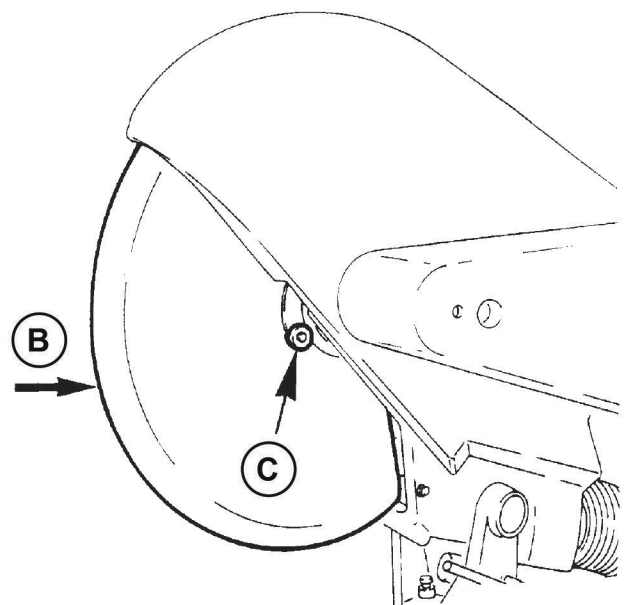

Abb. 09-07
- Mit einer Hand die bewegliche Verkleidung an Punkt „B“ (**Abb. 09-07**) sicher festhalten und mit der anderen Hand die Schraube „C“ (**Abb. 09-07**) ausdrehen und abnehmen.
- Die Schutzverkleidung absenken, wobei sie an Punkt „B“ (**Abb. 09-07**) festgehalten wird, und die Schraube „C“ festspannen.